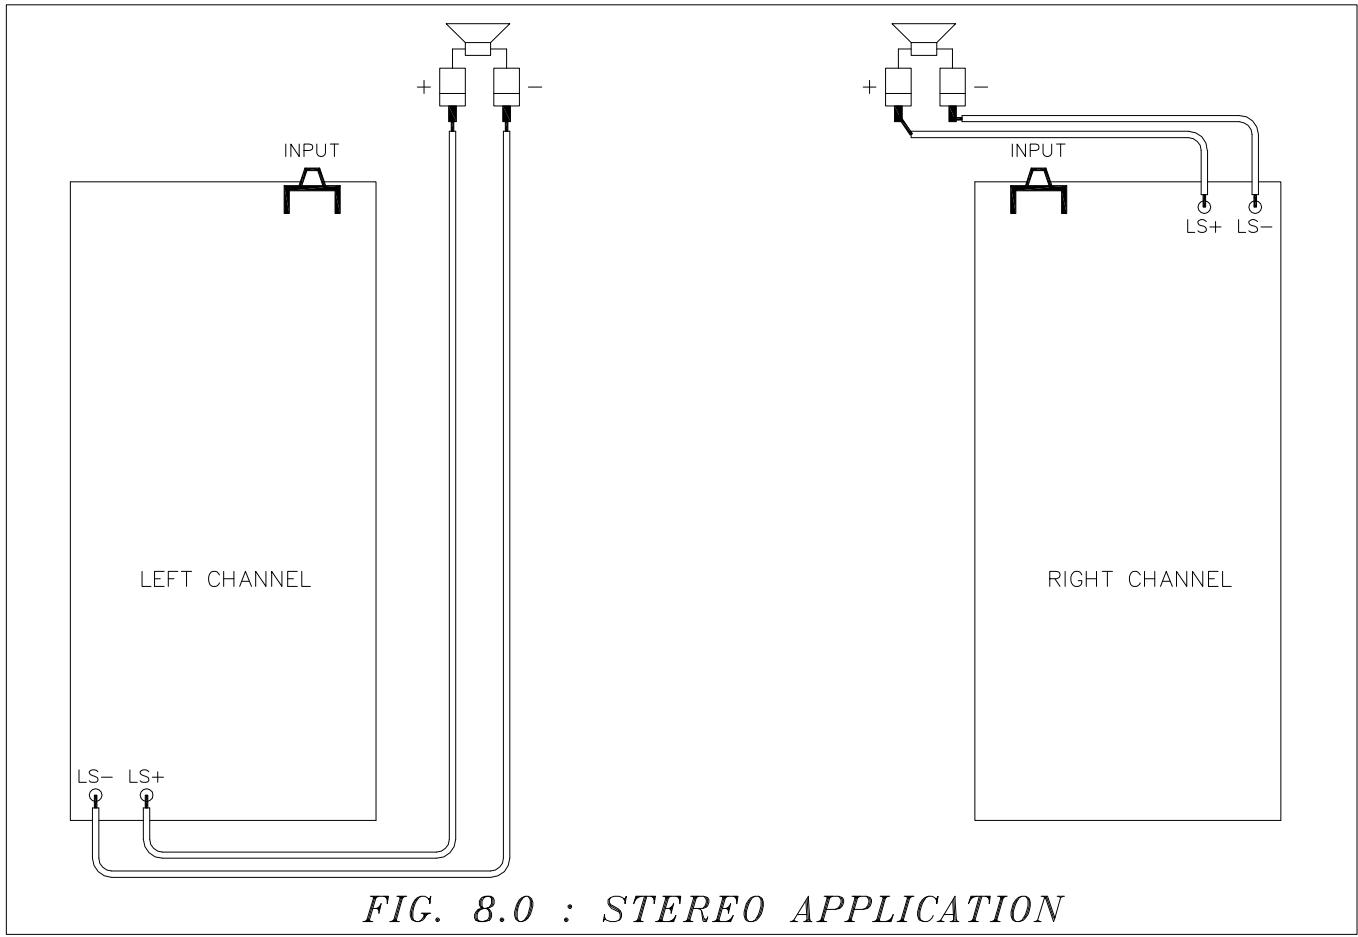

FIG. 8.0 : STEREO APPLICATION
1) Bedrahtung der Lautsprecherausgänge bei Stereo (Abb. 8.0):